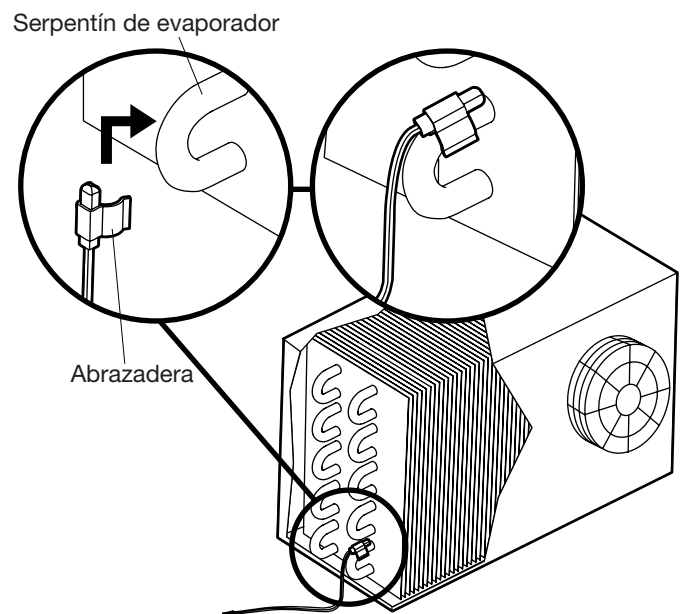

FIG. 9 Conectar la sonda del termistor al serpentín del evaporador
- Use la abrazadera incluida pero si su tamaño no es el correcto, use otro medio para atar la sonda del termistor a uno de los tubos del circuito, por ejemplo, abrazadera de manguera, cinta aisladora, abrazadera plástica, tal como se muestra en FIG. 9. Enganche la sonda en uno de los serpentines inferiores, ya sea en la posición de las 10 en punto o las 2 en punto, asegurándose de que la sonda haga buen contacto con el tubo del evaporador.